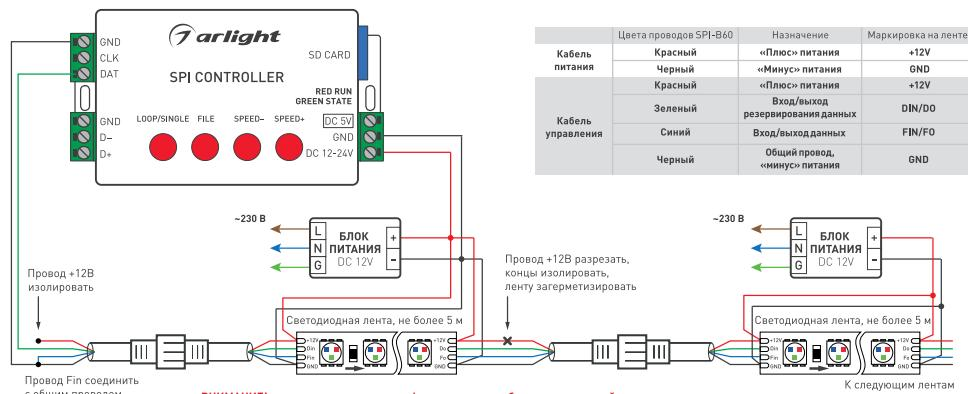

Рис. 1. Схема подключения ленты с использованием SPI-контроллера с одним выходным портом и с использованием разделенных блоков питания
↗ Подключите ленту в соответствии со схемой (рис. 1). Соблюдайте полярность подключения и направление передачи сигнала (вход/выход). Обращайте внимание на маркировку, нанесенную на печатную плату и на цвета соединительных проводов.
- ↗ Подключите ленту согласно схеме [рис. 1].